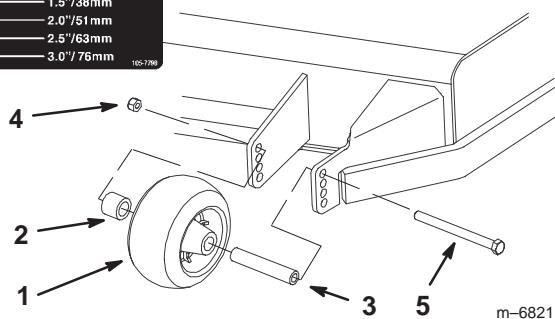

Figure 18
2. Après avoir réglé la hauteur de coupe, réglez les rouleaux en retirant l'écrou à collet, la bague, l'entretoise et le boulon (Fig. 18).
3. Choisissez le trou pour que le galet de protection se trouve le plus près possible de la hauteur de coupe correspondante voulue (Fig. 18).
4. Posez l'écrou à collet, la bague, l'entretoise et le boulon. Serrez à 54–61 Nm (40–45 pieds-livres) (Fig. 18).